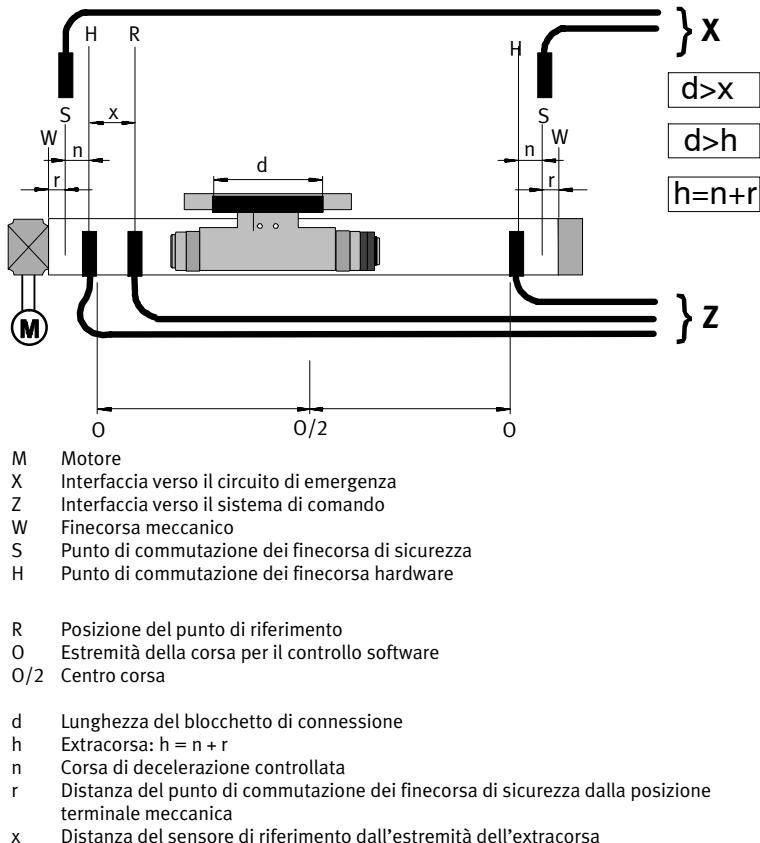

Fig. 38: distribuzione schematica degli interruttori di prossimità
- Utilizzare blocchetti di connessione di lunghezza d (vedi fig. 38).
1. Sistemare i **finecorsa di sicurezza** sulle posizioni terminali meccaniche (W) secondo fig. 38.
1. Portare inizialmente il cursore a contatto con un finecorso meccanico (W).
2. Poi posizionare il cursore lontano dal finecorso meccanico di un valore pari all'extracorsa h (vedi anche fig. 38). Se necessario, allentare il giunto per qualche istante.
Deve esistere un punto nel quale intervengano contemporaneamente il sensore di riferimento e il sensore hardware posto in prossimità del motore ($x < d$, vedi fig. 38).